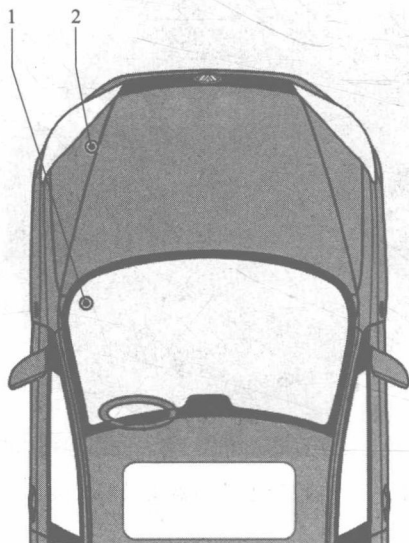

图 1-4 全新捷达继电器位置
① 依车辆装备。
② 仅适用车内开启后行李厢的车辆。
③ 仅适用手动空调。
④ 仅适用于自动变速箱。
⑤ 仅适用手动变速箱。
(2) 继电器信息 继电器位置如图 1-4 所示。